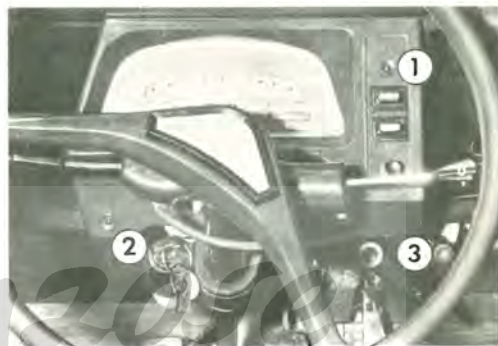

Abb. 12 – Anlassen
- Schlüssel bis zum Anschlag drehen; die Zündung ist eingeschaltet. Beim \hat{A} 400 leuchtet die Ölkontrolleuchte auf (Abb. 12 (1)).
Beim \hat{A} 400 muß die Kontrolleuchte für Öldruck (1) Abb. 12) erloschen sein.